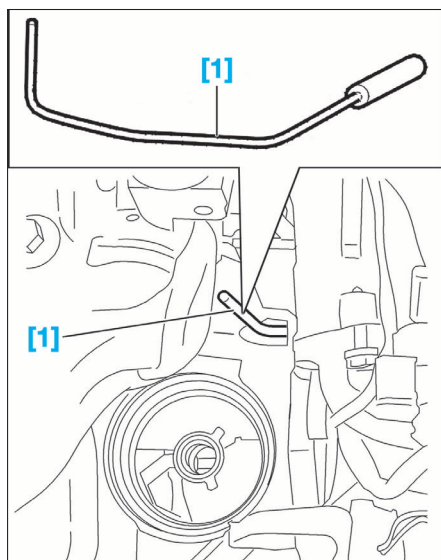

FIG. 23
- [1] Pige de calage de volant moteur (ref. 0132-QY) (Fig.23).
- Tourner le moteur dans le sens normal de rotation par la vis de roue dentée de vilebrequin de façon à pouvoir introduire une pige [1] (Fig.23) dans le volant moteur, à travers le bloc-cylindres.